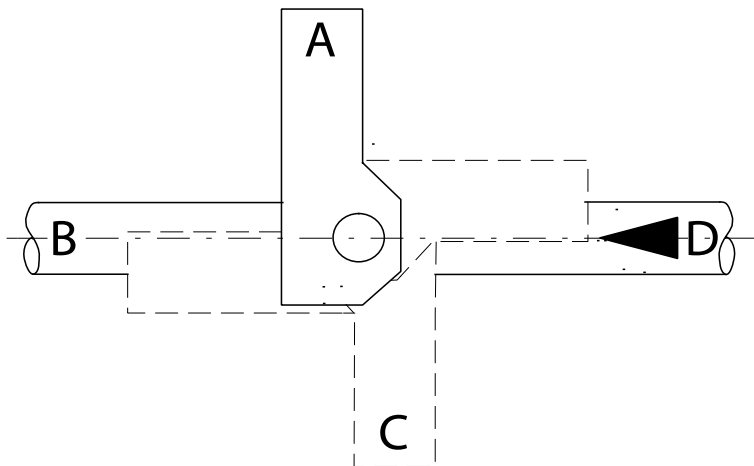

Fig.5-6 Montagepositionen des Antriebs
5. Platzieren Sie den Antrieb mit der Halterung in der benötigten Position (A, B, C oder D) (→ Fig.5-6) auf der Welle des Ventilkörpers und fixieren Sie die Einheit mithilfe der Schrauben (→ Fig. 5-5/6).